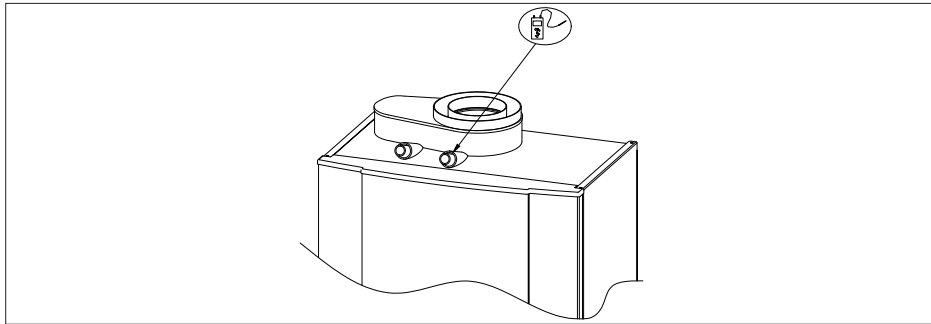

fig. 24 Point de mesure
18. Contrôler le bon fonctionnement du dispositif de réglage du rapport air/gaz en mesurant la teneur en CO₂ (ou en O₂ en raison de l'adjonction de CO₂ dans le gaz naturel dans certaines régions) dans le conduit d'évacuation des gaz brûlés (*point de mesure, voir tableau 17 ou tableau 18 et fig. 24*).